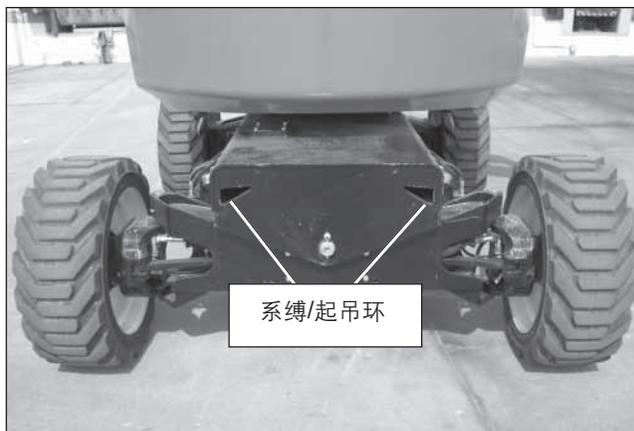
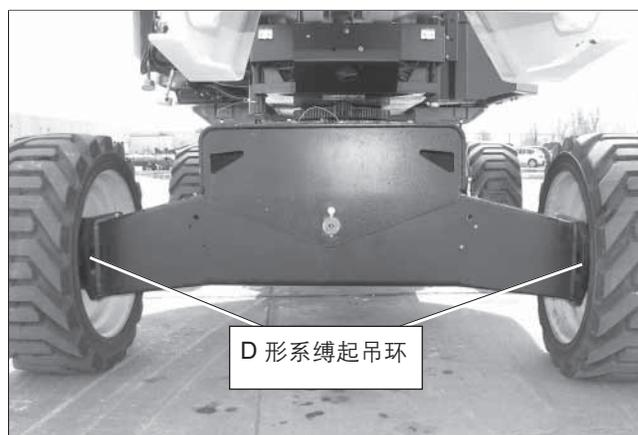

图 9.2 – 前部系缚/起吊环
图 9.4 – 后部 D 形系缚/起吊环
5. 通过将链条或缆索穿过底盘中的孔，然后绕回至底盘和前轴之间来将绞盘绳系在底盘前部的系缚环（请参见图 9.2）上。
2. 检查前部起吊环(请参见图 9.2)和后部起吊环(请参见图 9.4)，确保它们未开裂而且状况良好。如果发现损坏，请在起吊前联系合格的维修技术人员修复损伤。